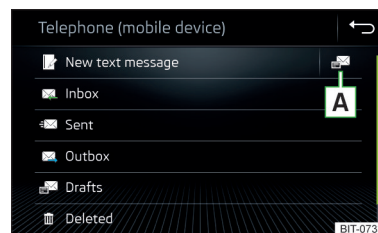

Abb. 145
- ▶ Im Hauptmenü *Telefon* die Funktionsfläche antippen, es wird das Hauptmenü für Textmitteilungen angezeigt » Abb. 145.
- › **Abb. 145 auf Seite 133.**